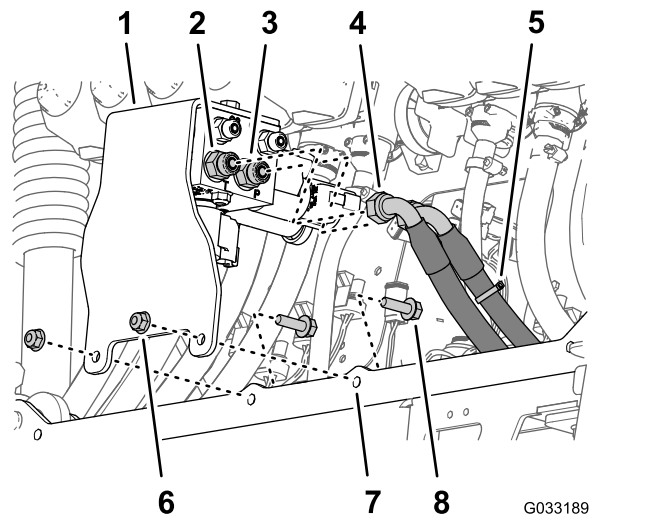

图93
1. 将在 从中央喷洒臂段上拆下喷洒臂提升歧管 \(页码 25\) 的步骤 3 中卸下的喷洒臂提升阀箱支撑托架中的孔与新中央喷洒臂段的宽油缸安装座对齐 图93。
2. 使用在 从中央喷洒臂段上拆下喷洒臂提升歧管 \(页码 25\) 的步骤 3 中卸下的 2 个凸缘头螺栓 5/16 x 1 英寸和 2 个凸缘锁紧螺母 5/16 x 1 英寸将支撑托架安装到油缸安装座上 图93。
4. 将液压压力软管用扎带标记安装到喷洒臂提升歧管的 P 端口 图93。
5. 将液压回流软管安装到喷洒臂提升歧管的 T 端口 图93。